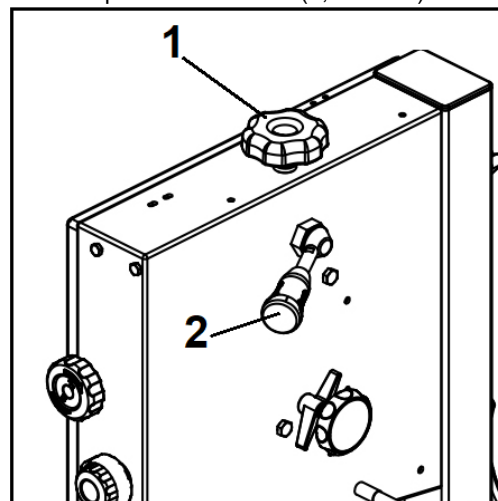

Рисунок 12
- Затяните ручку натяжения пильной ленты (1, Рис. 12).
Рычаг быстрого ослабления (2, Рис. 12).